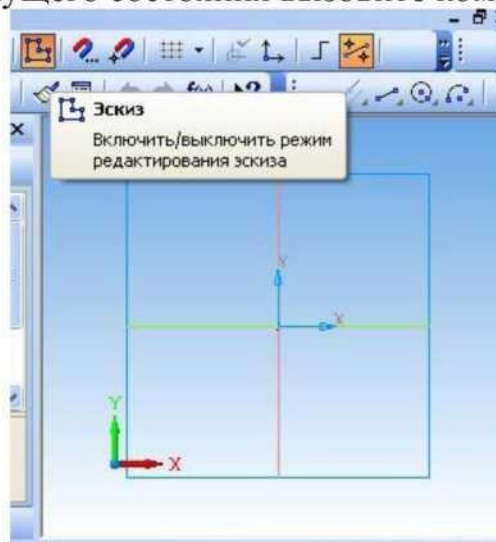

Рис. 4.
4. На панели текущего состояния вызовите команду Эскиз (рис. 4).